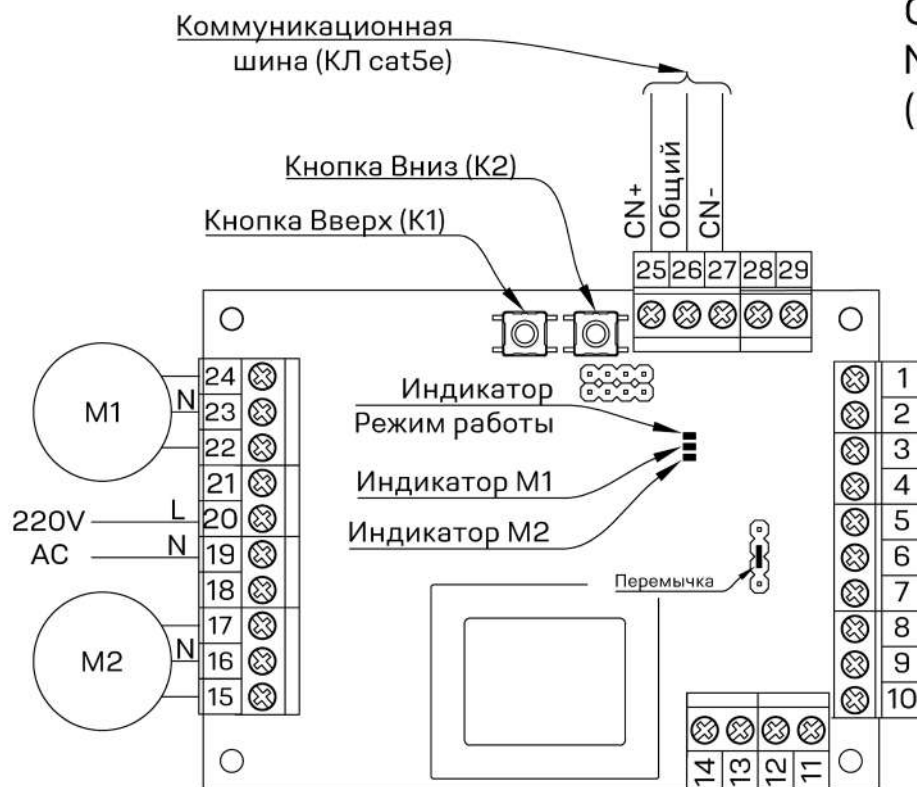

Рис.1. Схема подключения NRD-04 2204AC (slave устройство)
- 1) Подключите привода и питание прибора согласно схеме подключения (рис. 1); С помощью кнопок на плате контроллера убедитесь в правильном направлении движения приводов. В случае когда к контроллеру необходимо подключить только 1 привод необходимо установить перемычку как показано на рис. 1. В этом случае привод необходимо подключить к контактам №№15,16,17 (M2).